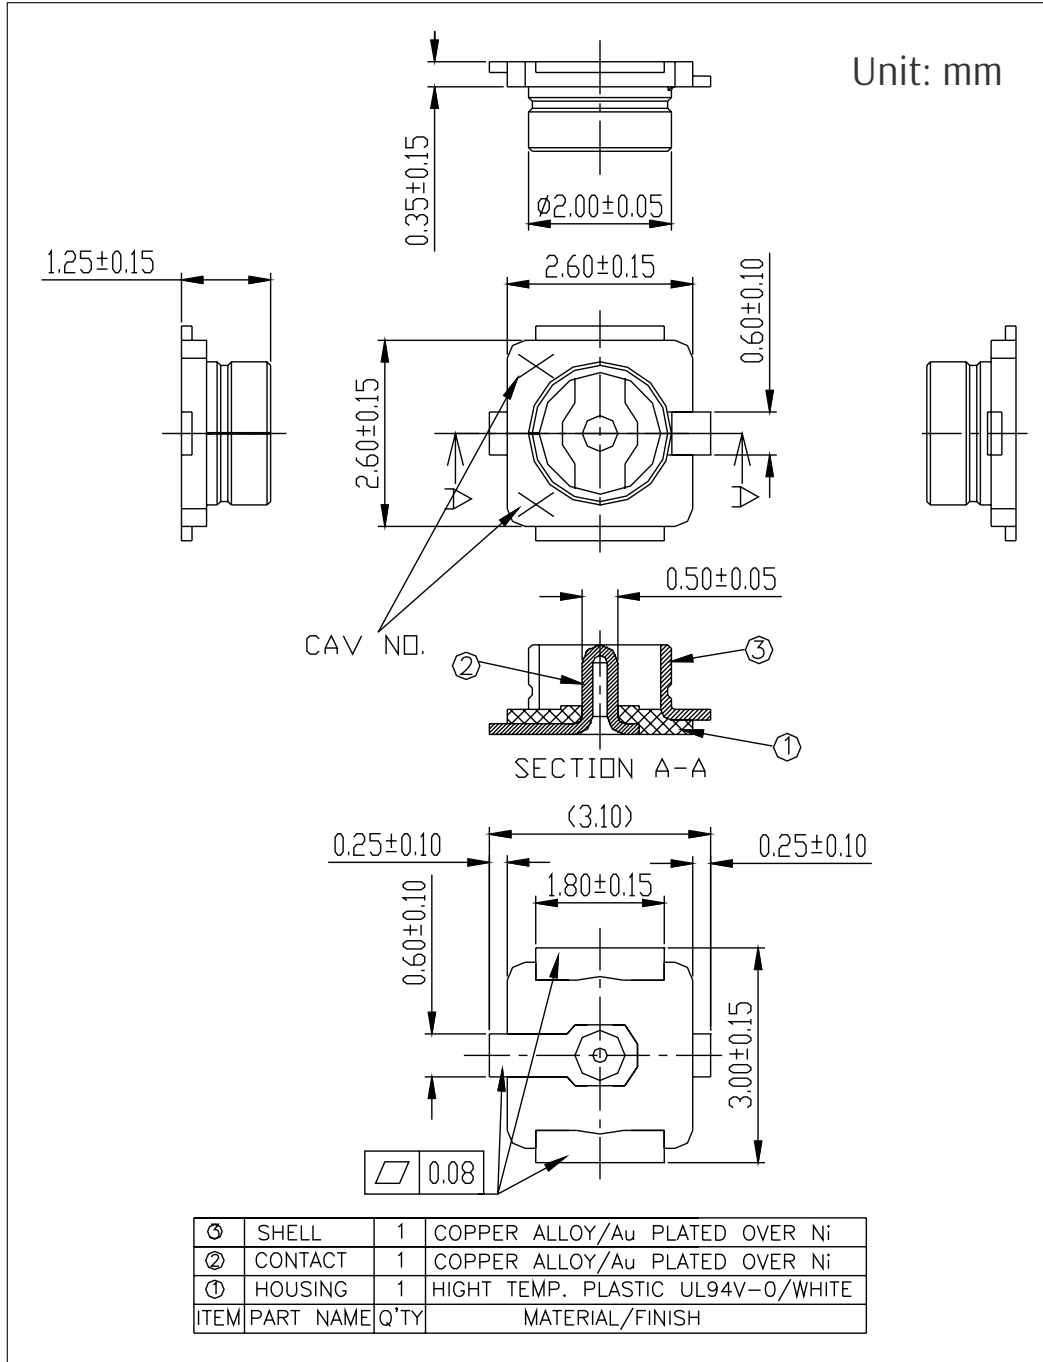

图 12: 外部天线连接器尺寸图
ESP32-WROOM-32UE 采用图 12 外部天线连接器尺寸图 所示的第一代外部天线连接器，该连接器兼容：
- 接口规格与模组天线连接器接口匹配，参考图 12 外部天线连接器尺寸图